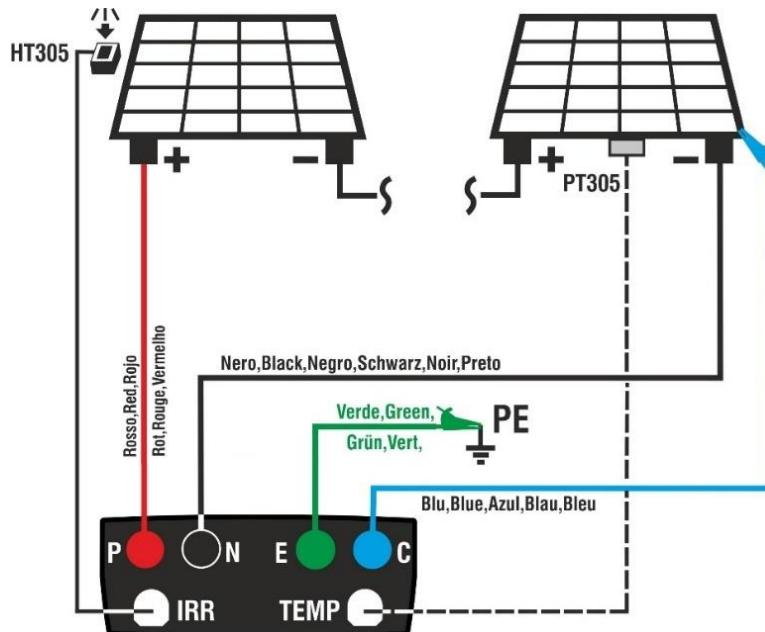

Fig. 12: Conexión para la prueba IVCK sin unidad remota y medida de radiación directa
7. Conecte el instrumento al módulo/string en prueba y, si es necesario, al nodo principal de tierra del sistema y a las masas metálicas conectadas a tierra, como se muestra en la Fig. 12. En particular, conecte la salida del polo negativo del módulo/string al terminal N, la salida del polo positivo del módulo/string al terminal P, la célula de referencia HT305 **sobre la parte frontal del módulo** y la sonda de temperatura PT305, si está presente, en la parte posterior del módulo